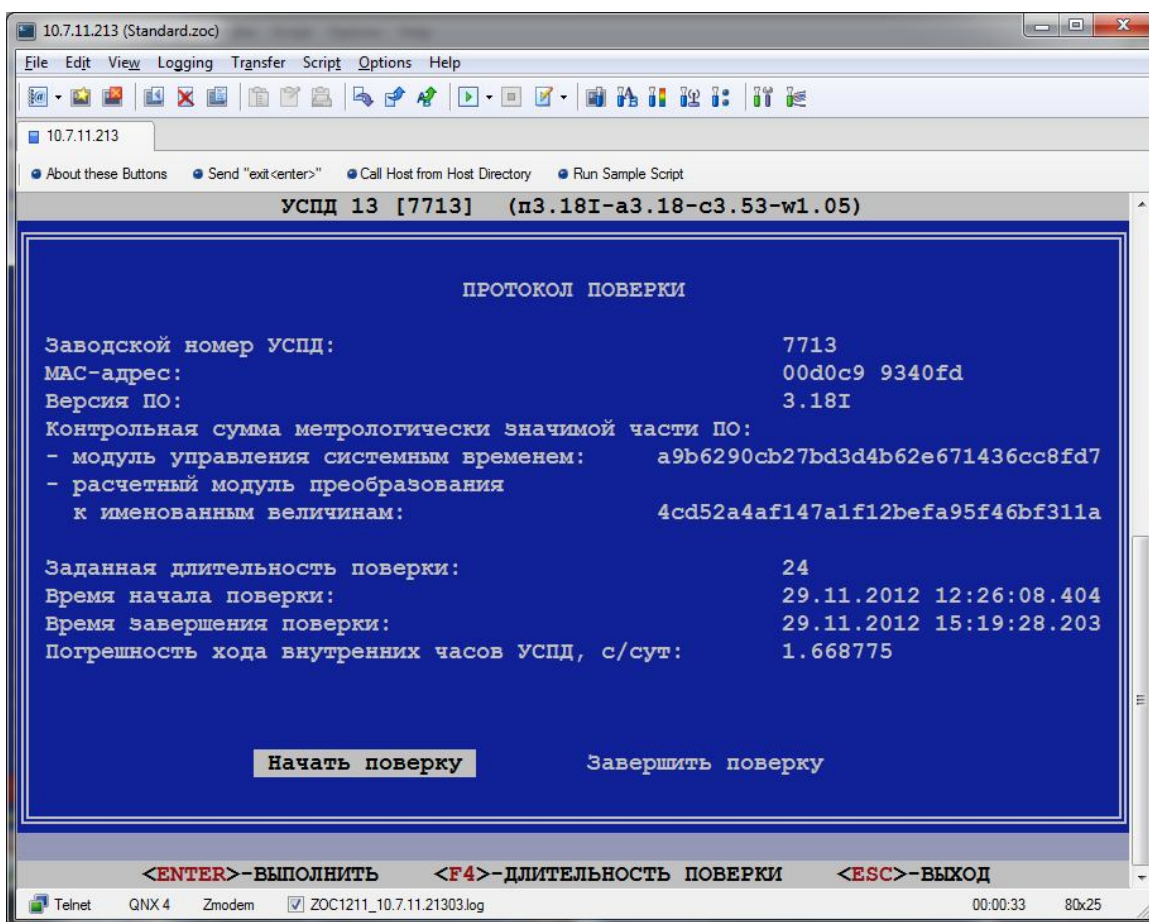

Рисунок 43
6.5.2.6. В окне программы эмулятора терминала должно появиться главное окно программы для выполнения метрологической поверки (рисунок 43).